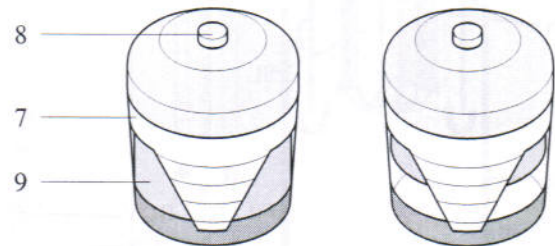

Fig. 5.3 Indicador de vacío
1. Suelte las abrazaderas de presión (1) y retire el colector de polvo (2). Limpie el colector.
2. Retire el elemento (4) del alojamiento (5).
5. Reponga a cero el indicador de vacío (Fig. 5.3)